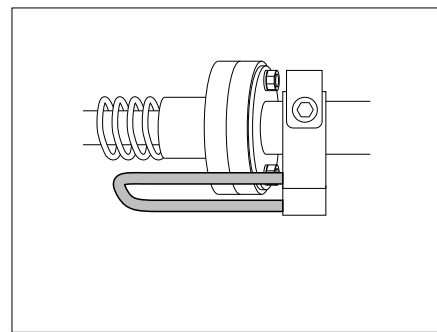

Fig. 152 Leva di sicurezza in posizione bloccata
- Prima di usare il letto, controllare che la leva di sicurezza si trovi in posizione bloccata (Fig. 152).
- Portare la leva di sicurezza in posizione bloccata (Fig. 152).